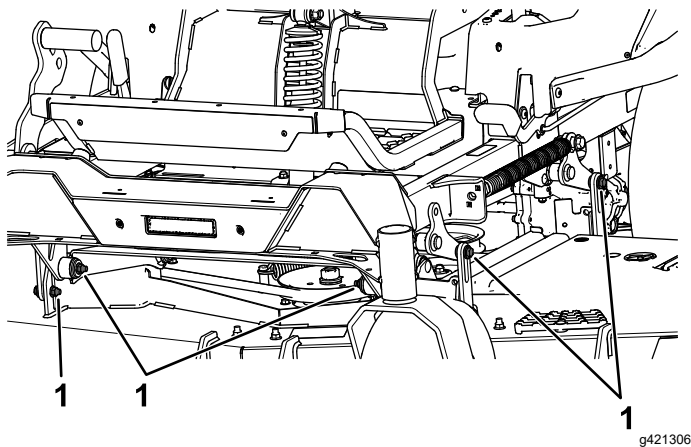

Figura 97
7. Retire y guarde los pernos y las tuercas de ambos lados de la máquina (Figura 97).